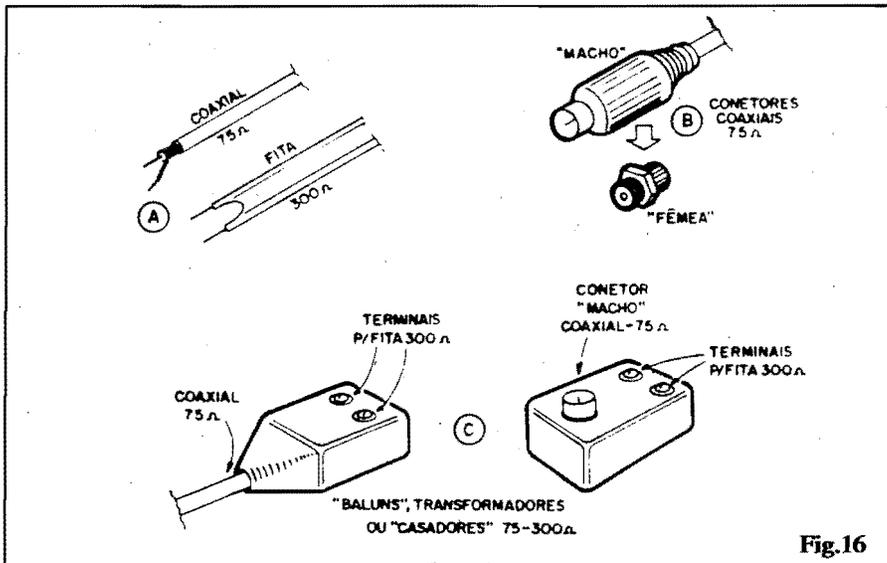

Fig.16
- **FIG. 16** - Em todas as explicações, figuras, diagramas e esquemas mostrados no presente "ESPECIAL UHF", algumas "tranqueirinhas" são citadas e mostradas com frequência, sempre supondo que o Leitor já as conhece, pelo menos pela "cara"... Como nem todo mundo já viu ou manipulou tais implementos, a fig. 16 dá alguns detalhes importantes:
- **16-C** - Para transformar as impedâncias entre cabos, entradas, conetores, etc., sempre "casando" 75 ohms com 75 ohms e 300 ohms com 300 ohms, são usados os pequenos dispositivos conhecidos como "BALUNS" (BALOONS), "TRANSFORMADORES" ou CASADORES 57-300. Em qualquer dos modelos esses dispositivos permitem, de um lado, a ligação a cabo ou conector de 75 ohms e, do outro lado, a conexão de cabo ou plugue de 300 ohms. As ligações para 300 ohms ("fita" ou cabo "chato") são normalmente feitas via dois parafusos com olhais ou arruelas metálicas, "mecanicamente" compatíveis com os fios dos cabos "chatos". Já a ligação de conetores ou cabos coaxiais, redondos, de 75 ohms, é feita de diversas maneiras... Nos dois modelos (mais comuns...) mostrados, o primeiro admite a ligação direta de **cabo coaxial**, enquanto que o segundo serve para ligar um cabo "chato" (300 ohms) diretamente a um conector "fêmea" coaxial (ver fig. 16-B), já que o dispositivo apresenta a um conector "macho", diretamente "entubável" na respectiva "fêmea"...